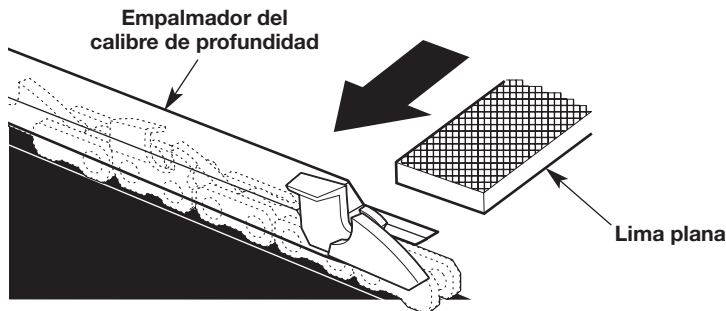

Fig. 39
3. Utilice un calibre de profundidad (no incluido) para medir el espacio libre del calibre de profundidad (Fig. 39) de cada cortador. El espacio libre del calibre de profundidad debe mantenerse a 1/32 pulgada (0,6 mm). El espacio libre del calibre de profundidad determina la profundidad a la cual el cortador ingresa en la madera durante la operación y el tamaño de las astillas de madera producidas. Demasiado espacio libre incrementa la probabilidad de retroceso. Demasiado poco espacio libre disminuye el tamaño de las astillas de madera, disminuyendo así la capacidad de corte.
- Utilice un empalmador de calibres de profundidad de 0.025 pulgada (0.635 mm) y una lima plana (herramientas no incluidas) para bajar el calibre de profundidad hasta el espacio libre correcto (Fig. 39).